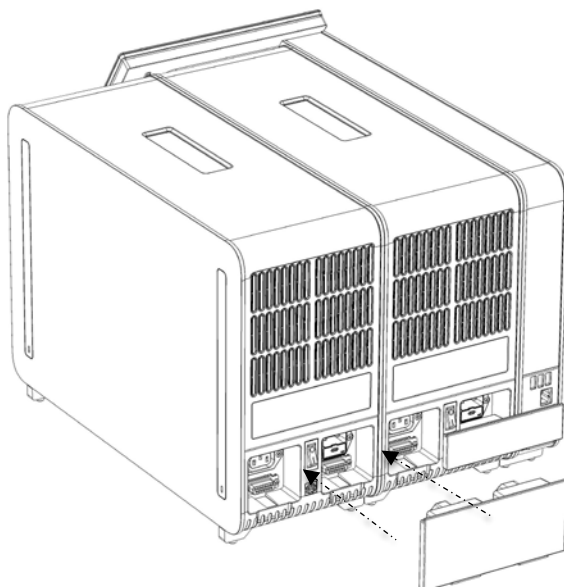

Рис. 18. Подсоединение моста для аналитического/аналитического модуля.
6. Подсоедините мост для аналитического/аналитического модуля на задней стороне QIAstat-Dx Analyzer 1.0, чтобы соединить два аналитических модуля (рис. 18).